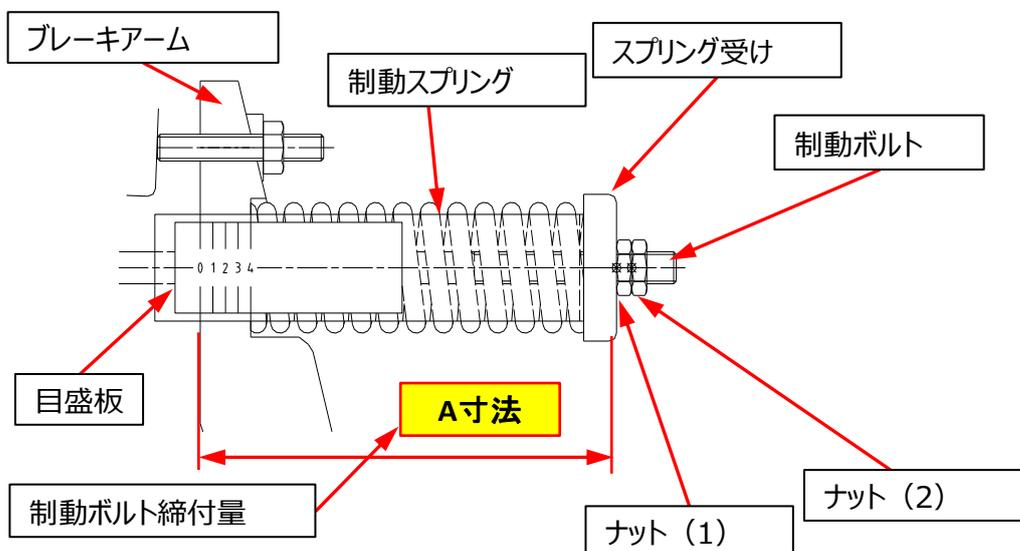

図9 : シングルスプリング制動ボルト部
ブレーキアームを開放した後、元に戻す時は、ダブルスプリングタイプは写真10、シングルスプリングタイプは図9の様に組み立てて下さい。
- ① ブレーキON (ブレーキ電源OFF) であることを確認し、ブレーキが効いている状態にしてください。
- ② 制動スプリングは、巻上機及びモーターの出力によってセット荷重が異なるため「ナット(1)」の締込み量でスプリングのたわみ量 (写真10、図9のA寸法) を調整して下さい。
- ③ ブレーキアームの端面が確実に目盛り板の「0」の位置に来る様「ナット(1)」を締込んで下さい。
- ④ (写真10、図9)「ナット(2)」を締込み、しっかりと固定して下さい。